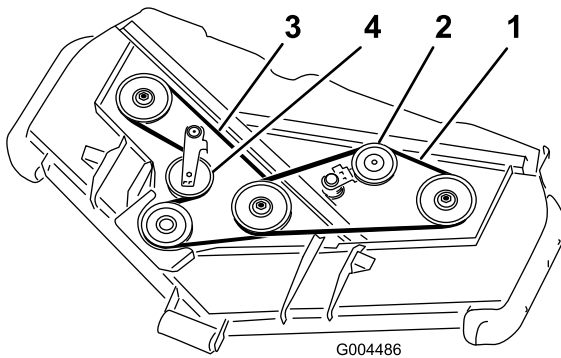

Figura 18
3. Usando una llave de carraca u otra herramienta similar, aleje la polea tensora de la correa superior (Figura 18) de la correa de transmisión superior para aliviar la tensión de la correa y permitir retirar la correa de las poleas.
4. Pase una correa nueva alrededor de la polea de la caja de engranajes, las poleas de eje inferiores y el conjunto de la polea tensora, según se muestra en Figura 18.
5. Pase una correa nueva alrededor de las poleas de eje superiores y el conjunto de la polea tensora, según se muestra en Figura 18.